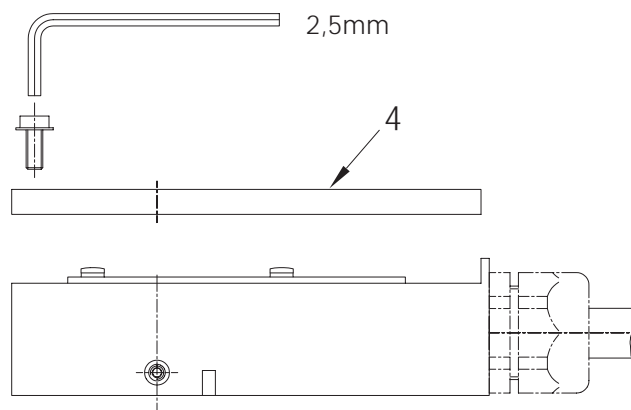

Fig.5
(Fig.5)
Prima di smontare la scheda occorre rimuovere il frontalino della scatola maschio (1) o femmina (2) (vedere pagina 2/8, sostituzione della scatola). Svitare il coperchio, vedere Fig.5, pagina 4/8.
Antes de retirar la placa de circuito impreso, es necesario quitar la parte delantera de la caja macho (1) o hembra (2) (ver pág. 2/8, Sustitución de las cajas de contacto). Desenrosque la tapa (ver Fig.5, pág. 4/8).
Antes de retirar a placa do circuito impreso, é necessário remover a parte dianteira da caixa da ficha macho (1) ou da ficha fêmea (2) (ver página 2/8, substituição das caixas de contactos). Desaparafuse a tampa, ver Fig.5, página 4/8.